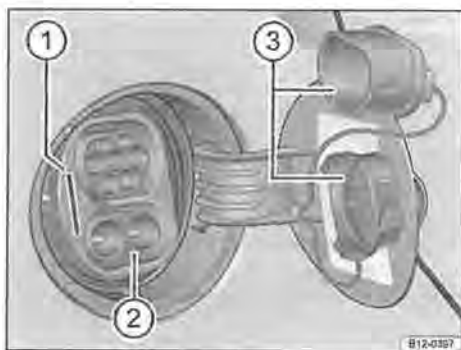

Fig. 112 Presa di ricarica dietro lo sportellino della presa di ricarica (esempio)
- Sbloccare le porte, quindi spingere lo sportellino della presa di ricarica, presente nella parte posteriore della fiancata, per aprirlo → fig. 112.
- Premendo il tasto  della chiave si sbloccano i cappucci di protezione → fig. 112 ③. Quindi togliere i cappucci di protezione.
- Inserire la spina della stazione di ricarica nella presa → fig. 112 ②.
La spia di ricarica sulla presa produce delle pulsazioni di colore verde → fig. 112 ①. La spia  sul quadro strumenti lampeggia in giallo. Non sfilare il connettore di ricarica.
- Rimettere il cappuccio sulla presa → fig. 112 ③.